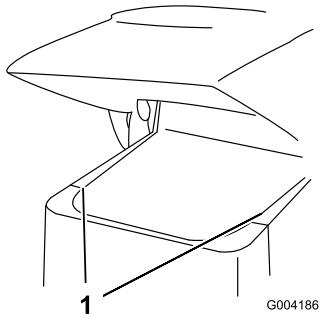

Bild 26
2. Schieben Sie die Seitengitter (Bild 26) nach oben und aus den Schlitten im vorderen Gitter und im Rahmen.